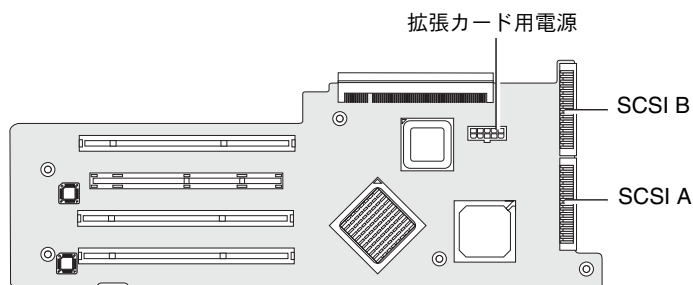

図 4-26 拡張カードコネクタの取り外し
6. SCSI データケーブルと電源コネクタを拡張カードから引き抜きます (図 4-26 を参照)。